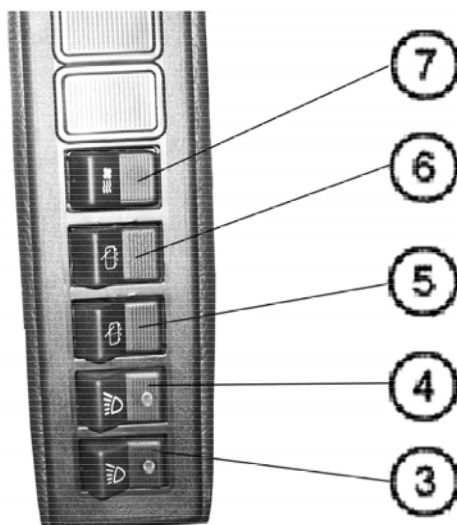
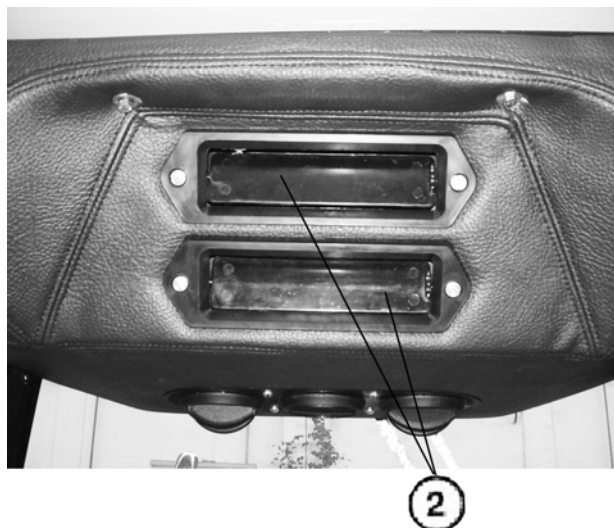

Fig.4.17.2
Fig. 4.20.2
- După deschiderea robinetului (1) porniți ventilatorul de încălzire și ajutorul comutatorului (poziția 3, a se vedea fig 4.17.2, secțiunea G10) și direcționați fluxul de aer în direcția dorită, utilizând canalele reglabile. Prin deschiderea sau închiderea valvelor de recirculare (2) Puteți controla cantitatea de aer proaspăt care intră în cabina (fig. 4.20.2)
NOTĂ: Pentru încălzirea rapidă a aerului din cabină deschideți complet supapa de recirculare și porniți comutatorul turăției ventilatorului de încălzire (poziția 3, a se vedea fig. 4.17.2 la G10)